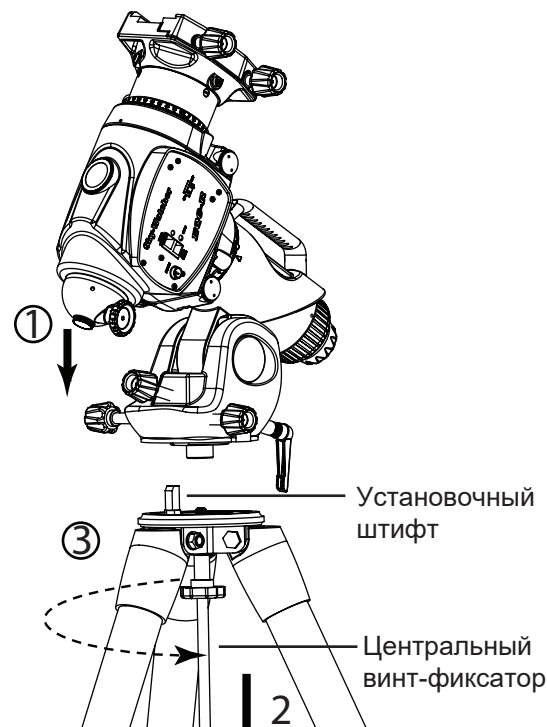

Рис. 1.2b
2. Совместите положение установочного штифта на треноге с зазором между ручками регулировки по азимуту. Поместите монтировку на треногу (рис. 1.2b).
4. Придерживая монтировку одной рукой, надавите снизу на центральный винт-фиксатор и поверните его против часовой стрелки, чтобы зафиксировать монтировку на площадке треноги. С помощью рифленого фиксатора закрутите центральный винт-фиксатор (рис. 1.2b).